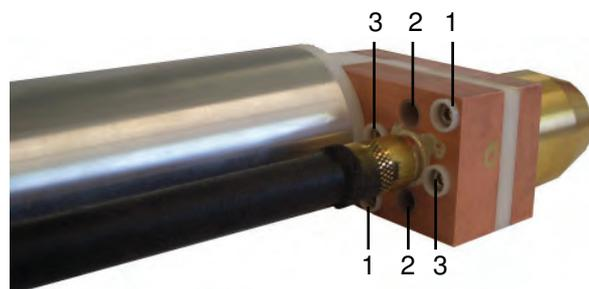

Abb. 2: Brennerkörper
- 3) Die beiden M3-Befestigungsschrauben (Abb.2, Nr.3) lösen und die Plasmagasdüse abnehmen.